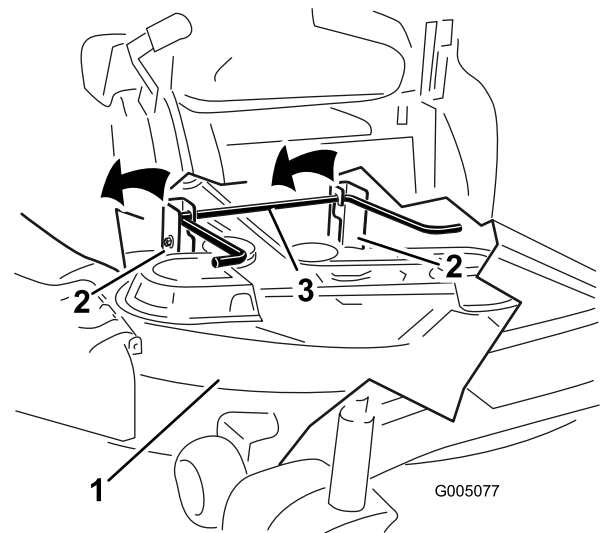

Figure 66
- 7. Soulevez et enlevez le plateau de coupe et les supports de la tige de levage arrière et abaissez la tondeuse au sol avec précaution (Figure 66).
- Soulevez l'arrière du plateau de coupe et guidez les supports sur la tige de levage arrière (Figure 66).